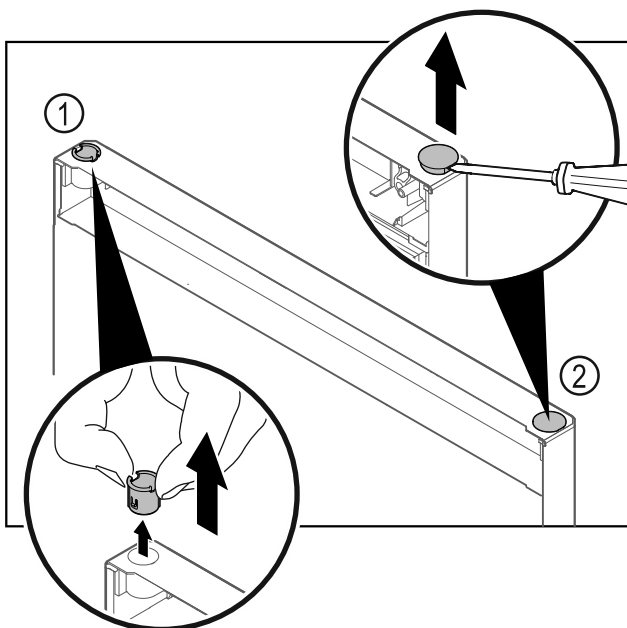

Fig. 15
- ▶ Τραβήξτε έξω την υποδοχή μεντεσέ Fig. 15 (1) με τα δάχτυλα.
- ▶ Ανασηκώστε προσεκτικά την τάπα Fig. 15 (2) με ένα ίσιο κατασαβίδι και τραβήξτε την έξω.